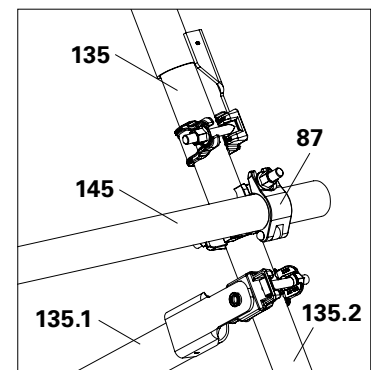

Abb. A15.07a
2. Bei Feldern mit 3 m Länge die Multiabstützungen mit einem Außenrohr horizontal aussteifen. Bei Feldlänge  $\leq 2,5$  m Multiabstützungen mit Gerüstrohr (**145**) und Normkupplungen (**87**) horizontal aussteifen. (Abb. A15.07a)